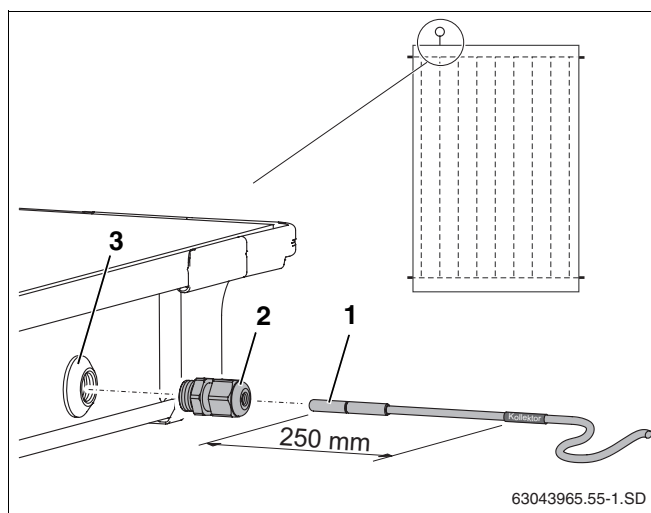

Рис. 51 Установка датчика в коллектор
Для исправной работы солнечной установки необходимо, чтобы коллекторный датчик (рис. 51, поз. 1) был вставлен в установочную трубку до упора (примерно на 250 мм).
- Проткнуть датчиком или отверткой уплотнительный слой в гильзе (рис. 51, поз. 3).
- Закрутить зажимную втулку (рис. 51, поз. 2) в гильзу.
- Затянуть зажимную втулку (рис. 51, поз. 2), удерживая от сворачивания.
Если Вы проткнули гильзу (рис. 51, поз. 3) не в том коллекторе, в котором нужно, то ее нужно плотно закрыть заглушкой из комплекта для подключения. Но прежде нужно, используя резьбовую втулку (рис. 51, поз. 2), удалить находящуюся в гильзе гайку.